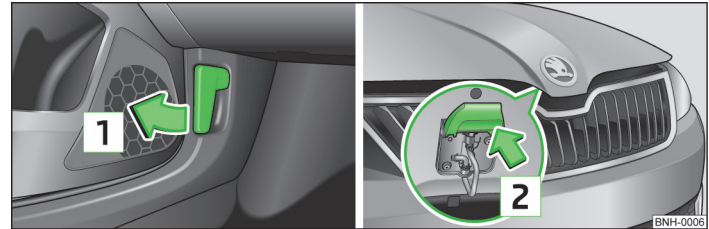

Abb. 132 Entriegelungshebel für Motorraumklappe / Entriegelungshebel
» Abb. 132.
- Den Entriegelungshebel in Pfeilrichtung **2** drücken » Abb. 132, die Motorraumklappe wird entriegelt.
Niemals die Motorraumklappe am Entriegelungshebel öffnen » Abb. 132.